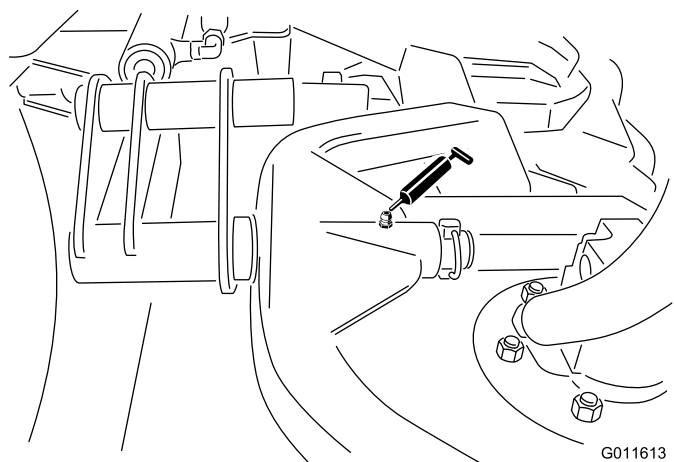

Figura 32
- Articulação da estrutura da unidade de corte (1 de cada) (Figura 32)